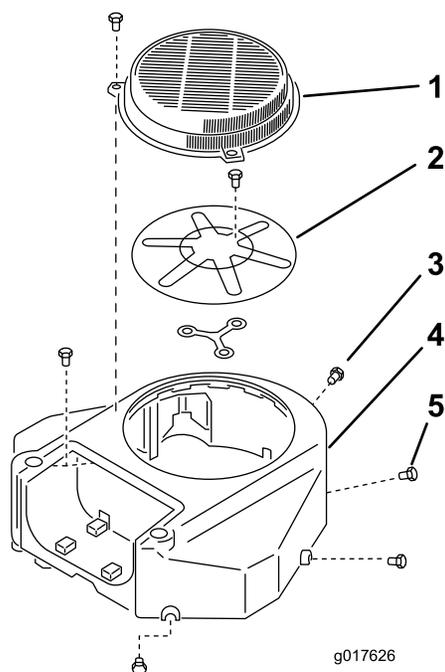

Рисунок 60
3. Снимите воздухозаборную сетку и корпус вентилятора (Рисунок 60).
5. Установите воздухозаборную сетку и корпус вентилятора (Рисунок 60).